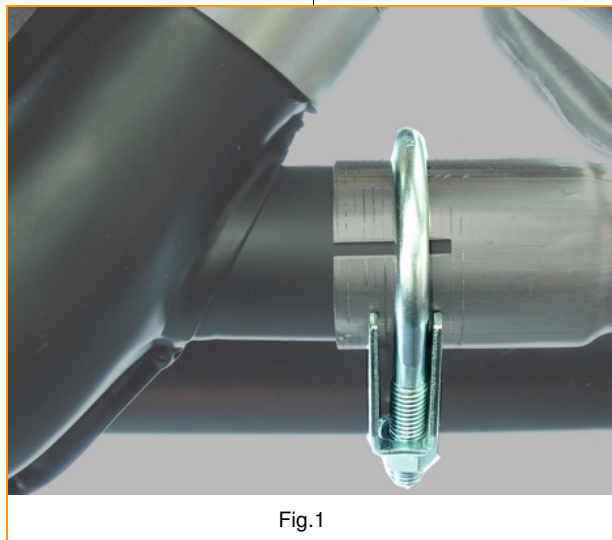

Fig.1
- The heat exchanger and header are joined with 42mm U-clamps. (Fig.1)
- Sind alle Teile miteinander verbunden und ausgerichtet, können alle Schrauben und Muttern gleichmäßig mit 20 Nm angezogen werden. Wärmetauscher und Krümmer werden mit den kleinen 42 mm Bügelschellen verschraubt. (Fig.1)